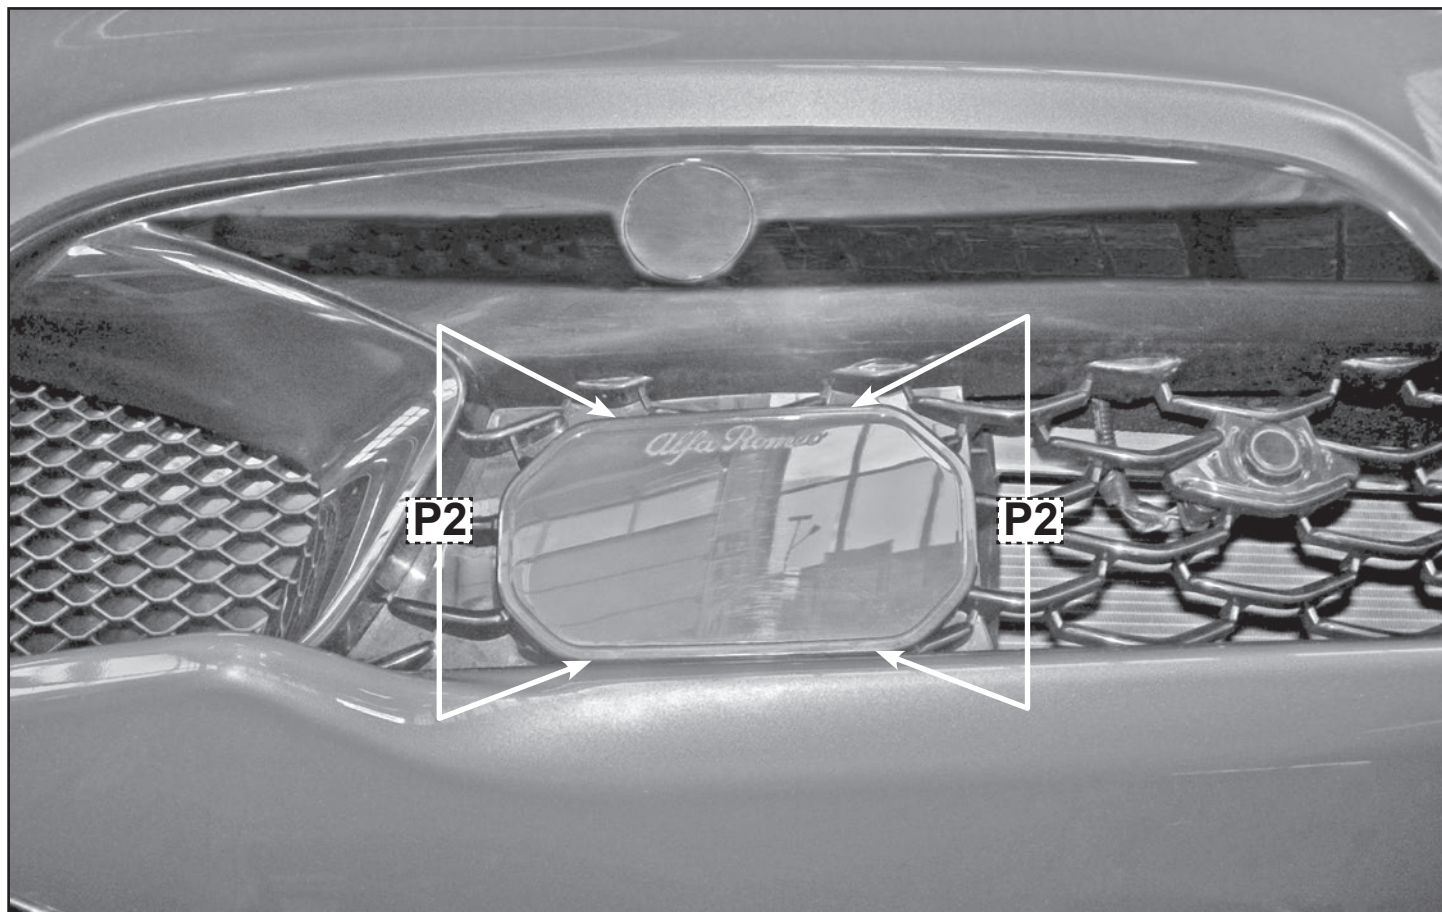

FIGURA 4
- **Nella figura 4** staccare il tappo protezione Radar dal paraurti, facendo attenzione a non rompere i fermi che lo fissano. In tal caso staccare le mollette dei fermi dalla parte interna del paraurti (vedi punto **P2**).